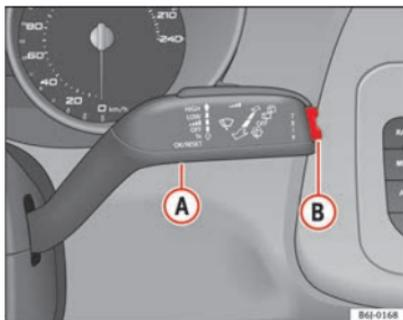

Fig. 34 Leva del tergicristallo: tasto A e tasto di comando B
- Con il quadro acceso, premere (senza poi tenerlo premuto) il tasto ⇒ fig. 34 **A** ubicato sulla leva del tergicristallo: in questo modo si passa da una memoria all'altra.